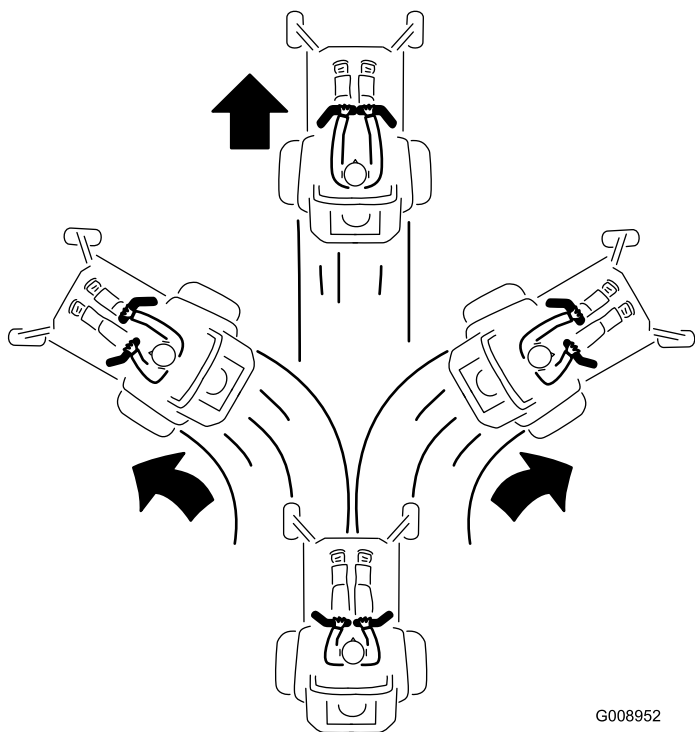

Figura 30
3. Para ir hacia adelante, empuje lentamente las palancas de control de movimiento hacia adelante (Figura 30).